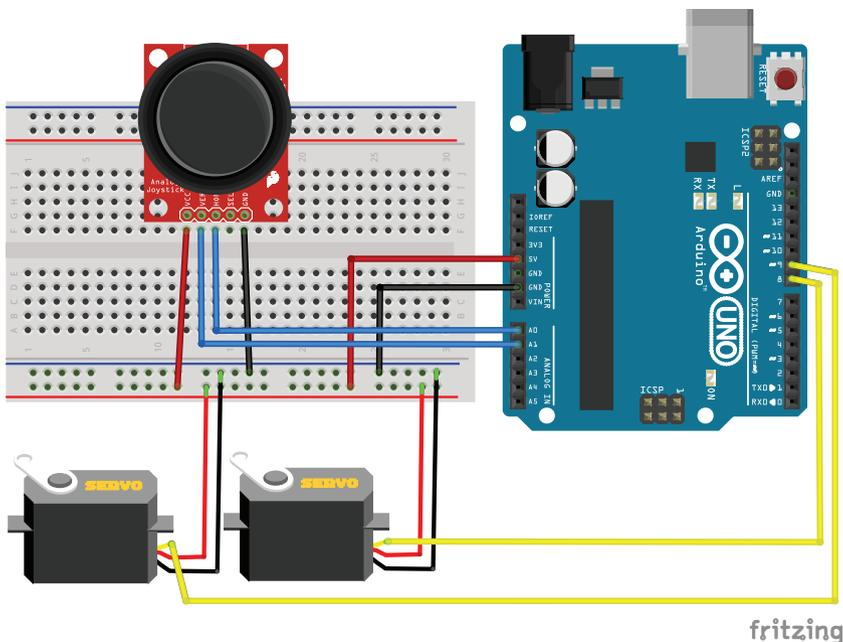

Рис. 18.2. Схема подключения платы джойстика и Pan/Title Bracket к Arduino
1. Подключаем джойстик к плате Arduino по схеме на рис. 18.2.
Создадим более понятный пример использования джойстика – для управления положением кронштейна Pan/Title Bracket с двумя сервоприводами, на котором можно разместить, например, камеру и менять положение камеры влево/вправо и вниз/вверх с помощью джойстика. Схема соединений для данного эксперимента показана на рис. 18.2.
2. Подключаем джойстик и Pan/Title Bracket к плате Arduino по схеме на рис. 18.2.